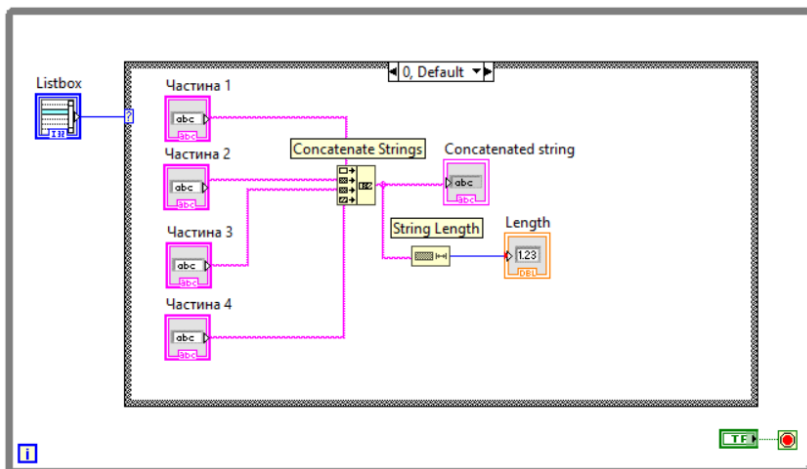

Рис. 24.
5. Виберіть у вікні Case Structure варіант «0, Default» і побудуйте блок-діаграму відповідно до рис. 24.